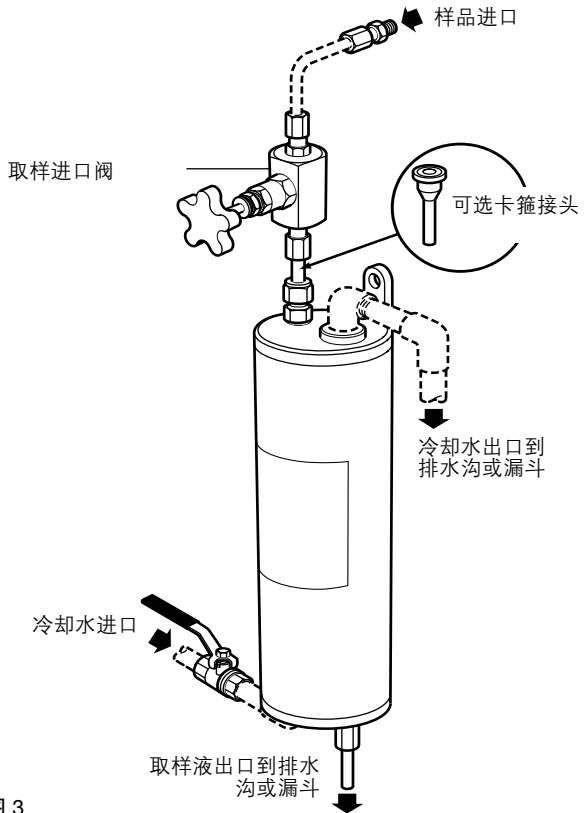

图 3
-按图示连接管路图3。冷却水进口通过进口阀门连接到冷却器底部 $\frac{1}{2}$ "管。最好用 $\frac{1}{2}$ " BSP/NPT 外螺纹或内螺纹弯头连接。